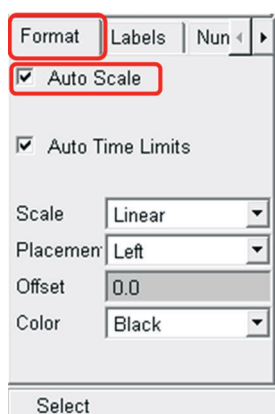

Figura 4.186 – Editor de propriedades do eixo *vaxis*.
- No editor de propriedades do eixo *vaxis*, selecione a guia *Format*. Desmarque a opção *Auto Scale* (Figura 4.186).